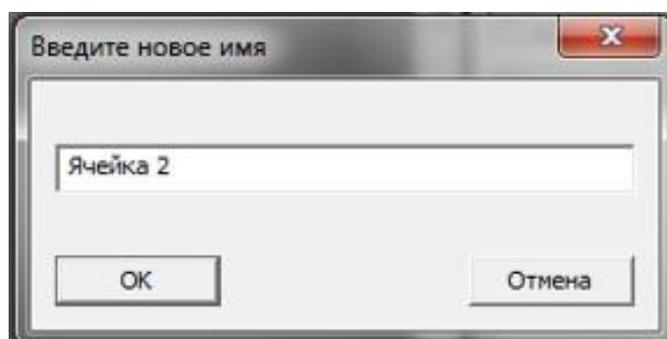

Рисунок 257 – Окно «Введите новое имя»
- в появившемся окне «Введите новое имя» (рисунок 257) ввести название шаблона.